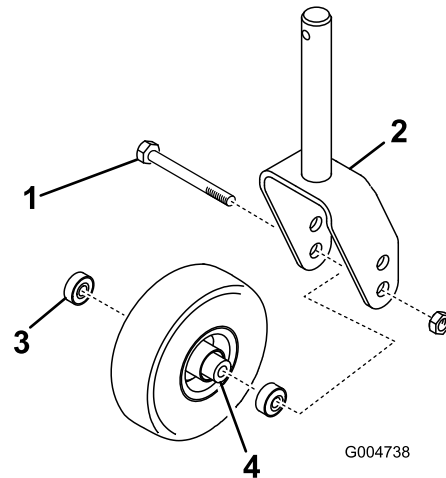
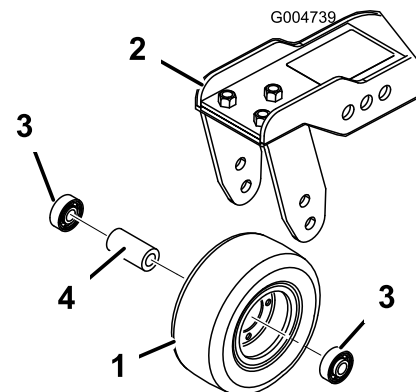

Bild 103
Bild 104
1. Entfernen Sie die Sicherungsmutter von der Schraube, mit der das Laufrad zwischen der Laufradgabel (Bild 103) oder dem Laufradgelenkarm (Bild 104) befestigt ist.
2. Entfernen Sie das Lager aus der Radnabe und lassen das Lagerdistanzstück herausfallen (Bild 103 und Bild 104).